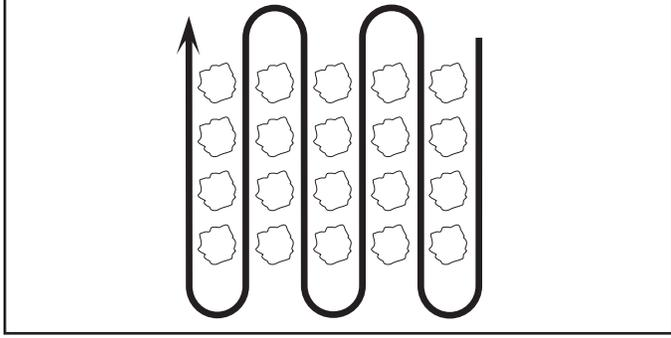

Fig. 10
- Coupez le long des rangs à une vitesse qui permettra aux fraises de déraciner les mauvaises herbes et de laisser la terre à l'état brut pour que les mauvaises herbes n'y repoussent plus (Voir la Fig. 10).